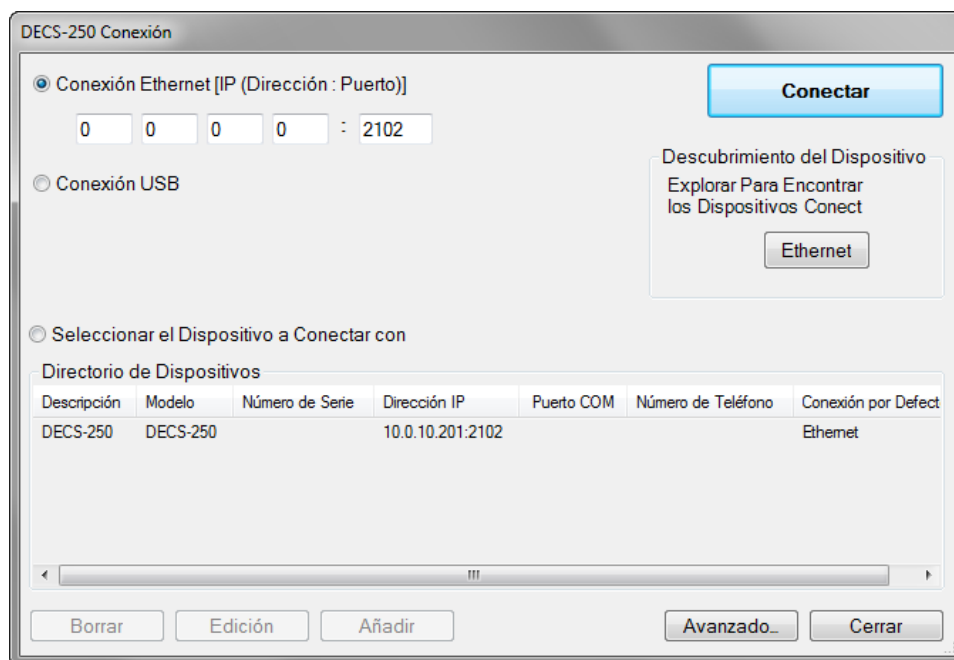

Figura 21-7. Ventana de conexión del DECS 250E
2. En BESTCOMSPPlus®, haga clic sobre *Comunicación, Nueva Conexión, DECS-250E*, o haga clic sobre el botón de *Conexión* en la barra de menú inferior. Aparecerá la ventana de Conexión del DECS-250E. (Figura 21-7)